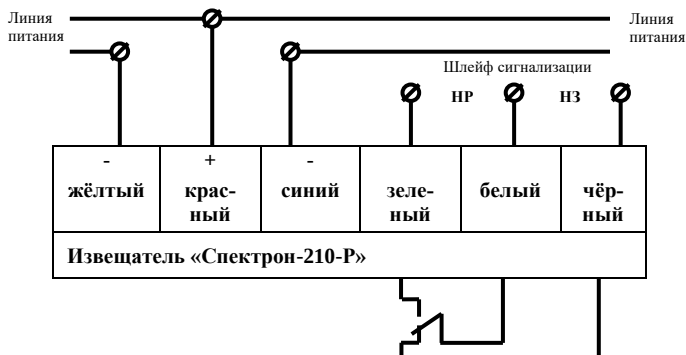

Рис. 3 Схема включения извещателя с релейным выходом
2.2.3.1 Схема подключения Извещателя к шлейфу сигнализации показана на рисунках 3 и 4. Согласование токов режима «Пожар» Извещателя, питаемого по шлейфу сигнализации, см. рис. 3, и режимов «Внимание» и «Пожар» используемого приёмно-контрольного прибора производится подключением установочного резистора $R_{уст.}$, номинал определяется из таблицы 3.